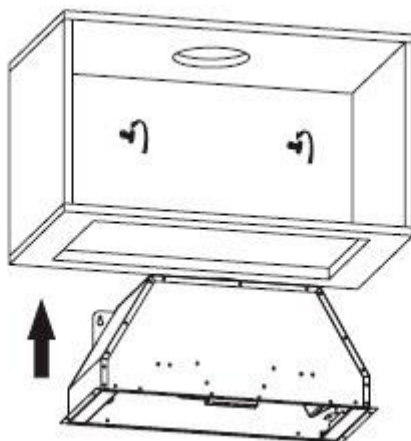

Рис. 6
4. Поместите вытяжку в шкаф и повесьте на шурупы в стене. Смотрите рис. 6.